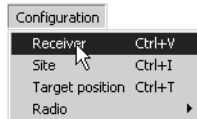

Figura 2-13. Configuration ▶ Receiver
2. Una vez conectado, haga clic en **Configuration ▶ Receiver** (Figura 2-13).